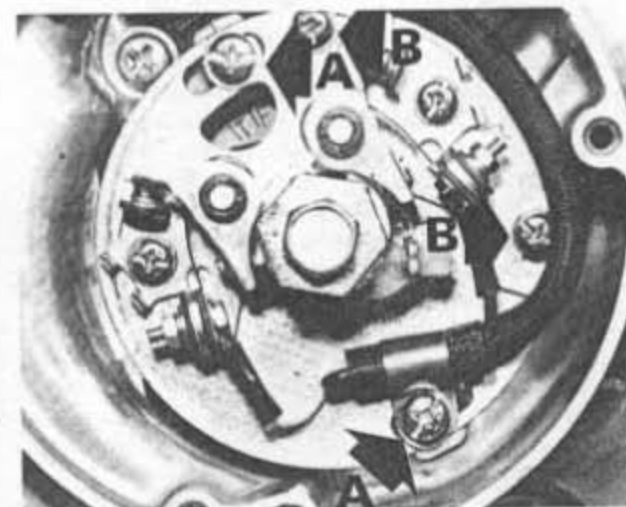

Bild 214
- Um den Zündzeitpunkt des linken Zylinders zu verändern, lockere man die zwei Schrauben, welche durch die Längslöcher der Unterbrechergrundplatte laufen. Unterbrechergrundplatte verdrehen, bis die Glühlampe zu flackern beginnt, und Schrauben wieder festziehen (Bild 214). Kurbelwelle um 90° zurückdrehen, dann wieder im Uhrzeigersinn durchdrehen, um die Einstellung zu überprüfen.